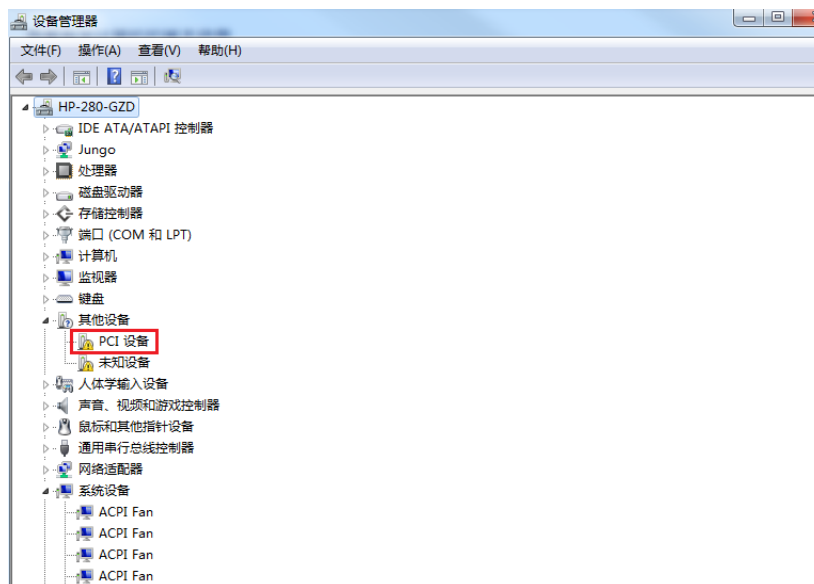
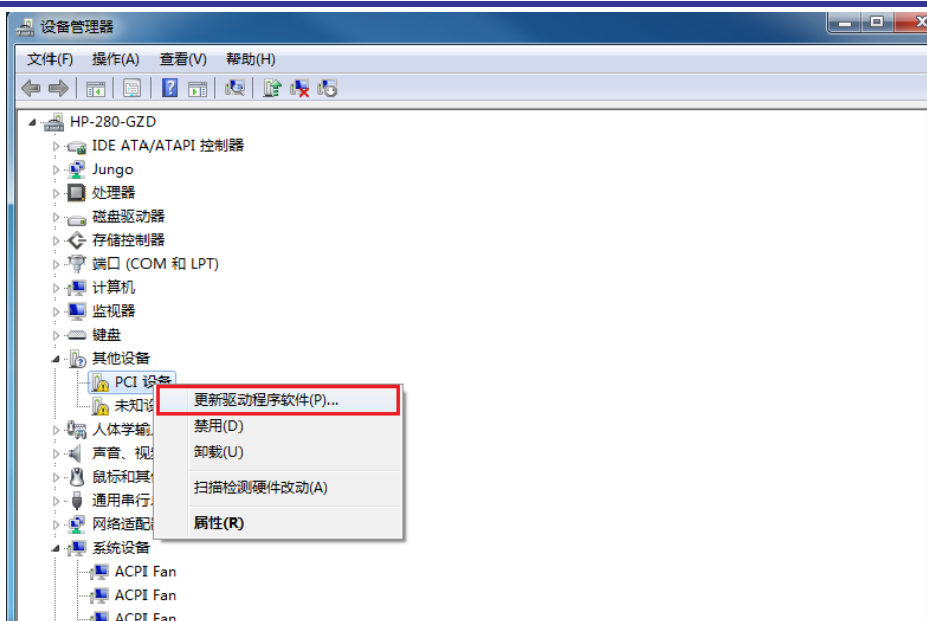

图 2-1 控制器驱动程序安装界面 1
图 2-2 控制器驱动程序安装界面 2
- (1) 在硬件安装好，启动计算机后，Windows 将自动检测到运动控制器，打开“设备管理器”，如图 2-1 所示。
- (2) 将产品配套光盘放入光驱。如果没有配置光驱的工控电脑可以将光盘中的驱动程序先拷贝到电脑中（驱动程序在光盘中的路径为 \chinese\windows\Driver 或者 \english\windows\Driver）。
- (3) 在此将以光盘中的驱动程序拷贝到 C:\中为例进行说明。
- (4) 选中“PCI 设备”，点击鼠标右键。如图 2-1 及图 2-2 所示，点击“更新驱动程序软件(P)...”。